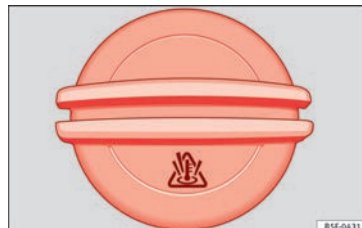

Fig. 110 No compartimento do motor: Tampão do reservatório de expansão do líquido de refrigeração.
- O depósito de expansão do líquido de refrigeração é identificado pelo símbolo 📖 da tampa » » » Fig. 110.